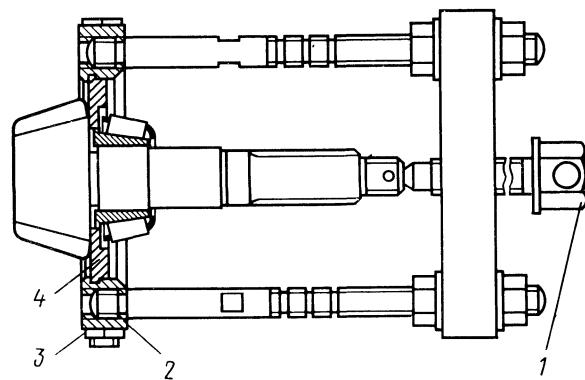
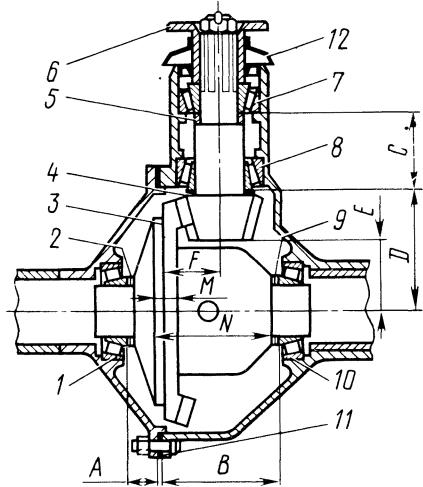
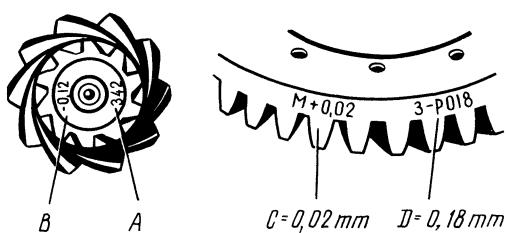

Рис. 122. Снятие подшипника с ведущей шестерни главной передачи:
Рис. 128. Схема регулировки главной передачи:
Рис. 129. Маркировка шестерен главной передачи:
5. Отвернуть гайку крепления фланца ведущей шестерни, снять фланец, вынуть ведущую шестерню внутрь картера. Большой подшипник ведущей шестерни снимают съемником 7823-6087, собранным вместе с вкладышем 7823-6100, как показано на рис. 122. Для того, чтобы заплечики вкладыша 4 плотно входили между обоймой подшипника и шестерней, следует опоры 2 сжать болтами с гайками 3. Выпрессовать подшипник вращением винта 1.
Предварительный натяг подшипников дифференциала регулируют изменением общей толщины пакетов прокладок 2 и 9 (рис. 128); оба пакета имеют одинаковую толщину. Увеличение общей толщины обоих пакетов увеличивает преднатяг подшипников 1 и 10. Преднатяг должен быть равен 0,18–0,26 мм. После регулировки подшипников ведомая шестерня должна легко вращаться от руки без осевого люфта или боковой качки. Люфт можно проверить через отверстия пробок картера или горловину ведущей шестерни (лучше индикатором).
1. Набрать предварительно по пакету прокладок 2 и 9 (каждый толщиной 1,3 мм). Прочесть на ободе ведомой шестерни (рис. 129) отклонение от монтажного расстояния F (см. рис. 128). Если отклонение имеет знак минус, то следует переложить из пакета 9 в пакет 2 прокладки, толщина которых равна величине отклонения, а если знак плюс, то переложить их из пакета 2 в пакет 9.
A — порядковый номер пары шестерен; B — отклонение высоты головки ведущей шестерни; C — отклонение размера F (см. рис. 128); D — боковой зазор в паре
Если требуется заменить коробку дифференциала, сохранив подшипники, то перед съемом колец подшипников следует запомнить расположение колес и пакетов прокладок, чтобы поставить их на прежние места и на новой коробке. Сравнить размеры М и Н (см. рис. 128) на обеих коробках и учесть их разницу при наборе пакетов регулировочных прокладок.
Со старой ведущей шестерни следует спрессовать внутреннее кольцо большого подшипника, применяя специальный съемник (см. рис. 122). Если подшипники ведущей шестерни пригодны для эксплуатации, то собирают новую шестерню со старыми подшипниками и регулировочными кольцами, а затем проверяют преднатяг подшипников 7 и 8 (см. рис. 128).
Если пятно не соответствует указанному, то следует изменить положение ведущей или ведомой шестерен подбором кольца 4 (см. рис. 128) или перекладыванием прокладок 2 и 9. После этого снова проверить преднатяг подшипников ведущей шестерни, боковой зазор и пятно контакта. Если заменяется только картер моста (с правым кожухом в сборе), можно не регулировать преднатяг подшипников дифференциала. Если необходимо заменить подшипники, то следует заменить и пакеты прокладок под ними, как при замене левого кожуха полуоси. При замене картера обязательно регулировать положение ведущей шестерни и преднатяг ее подшипников.